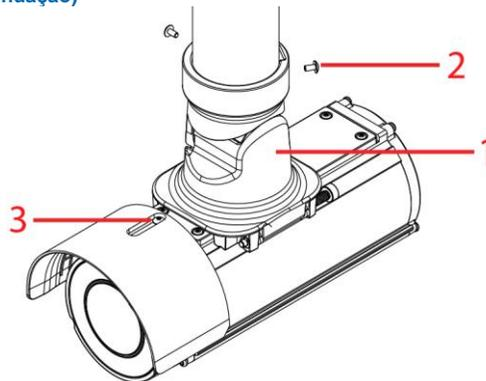

Figura 11
- F. Coloque o braço da placa de montagem e a câmara no adaptador de montagem pendente (1) (figura 11) e fixe firmemente os dois parafusos M3x0.5P (C = 6 mm) com a chave Torx de segurança T10.
**Nota:** Quando a câmara está montada invertida num tubo pendente 1 ½ " NTP, deve retirar a cobertura para-sol desapertando o parafuso M3x0.5P (C = 8 mm) com a chave Torx de segurança T10 (3) (figura 11) e deslocar a cobertura para-sol com o parafuso de acordo com a cobertura para-sol localizada na figura 11.